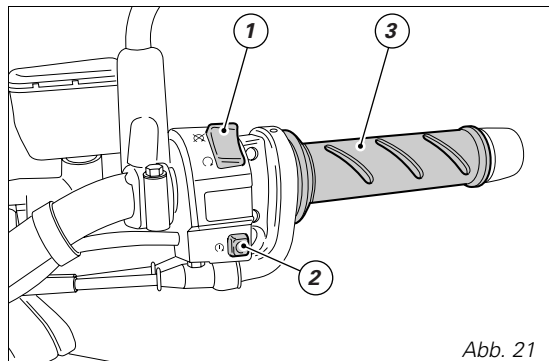

Abb. 21
- 1) Wird der Code erkannt, blinkt die Kontrollleuchte IMMO (3, Abb. 5) am Cockpit kurz auf. Das Schutzsystem hat in diesem Fall den Schlüsselcode erkannt und hebt die Motorsperre auf. Durch Drücken des Startknopfes  (2, Abb. 21) kann der Motor gestartet werden;
Rechte Schaltereinheit (Abb. 21)
Gasdrehgriff (Abb. 21)